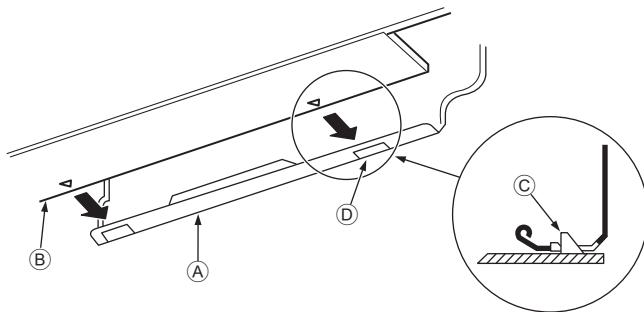

Рис. 3-10
3. Устанавливая трубы хладагента и дренажа в отверстие на стене (муфту), подвесьте верхнюю часть внутреннего блока к монтажной плате ①.
5. Закрепите блок, вдвинув его нижнюю часть в монтажную плиту ①. (Рис. 3-10)
- * Убедитесь, что нижние фиксаторы внутреннего блока надежно встали в монтажной плате ①.
- ① Монтажная плита ①
② Внутренний блок
③ Крюк
④ квадратное отверстие